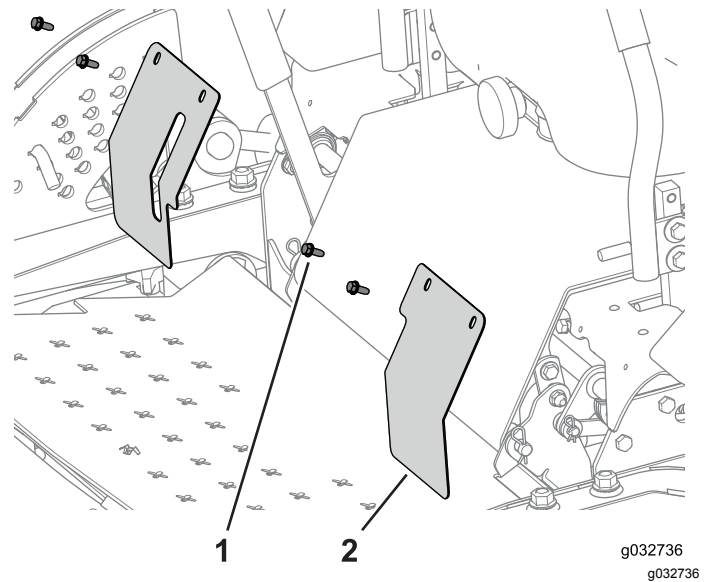

Bild 53
1. Entfernen Sie die Schrauben und zwei Abdeckplatten, um an die Muttern und Schrauben zu gelangen, mit denen der Sommerrahmen an der Maschine befestigt ist (Bild 53).